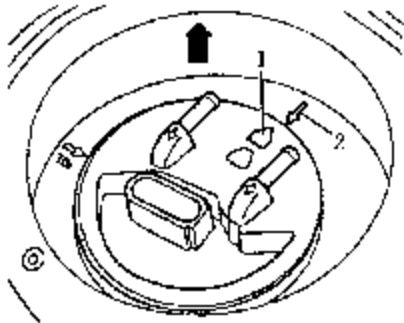

图 4-164 前轮驱动轿车供油单元法兰安装位置
(3) 其他的步骤可按与拆卸相反的顺序进行供油单元的安装，安装时，在法兰密封件上涂一层汽油。进油管与回油管不可互换（回油管：蓝色）并用弹性卡箍紧固燃油软管。
(4) 对于前轮驱动轿车的供油单元，要注意供油单元法兰的安装位置，如图 4-164 所示，法兰上的标记 1 必须与油箱上的标记 2 对齐，箭头指向行驶方向。法兰管接螺母拧紧力矩为 $80\text{N} \cdot \text{m}$ 。